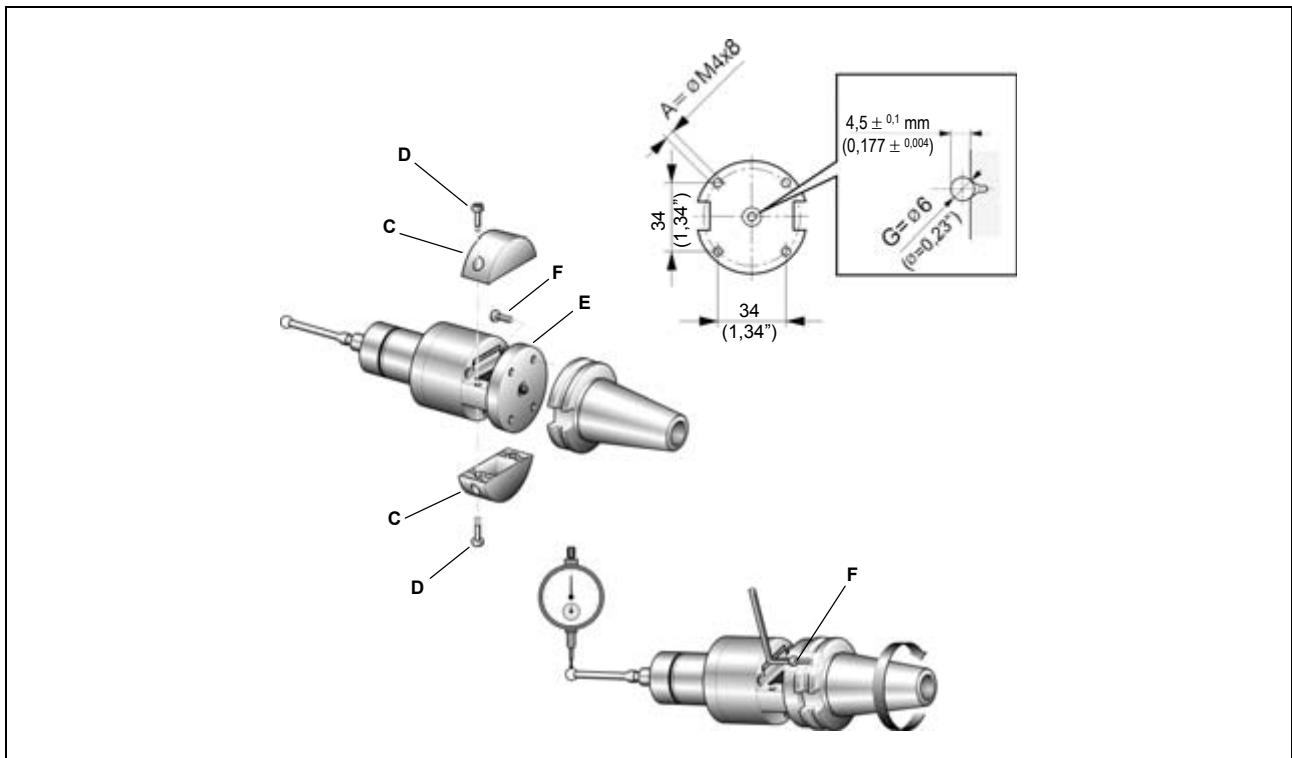

Figura 12-1
- Praticare sul cono quattro fori filettati M4x8 **(A)** e una svasatura centrale **(B)** come indicato in Figura 12-1.